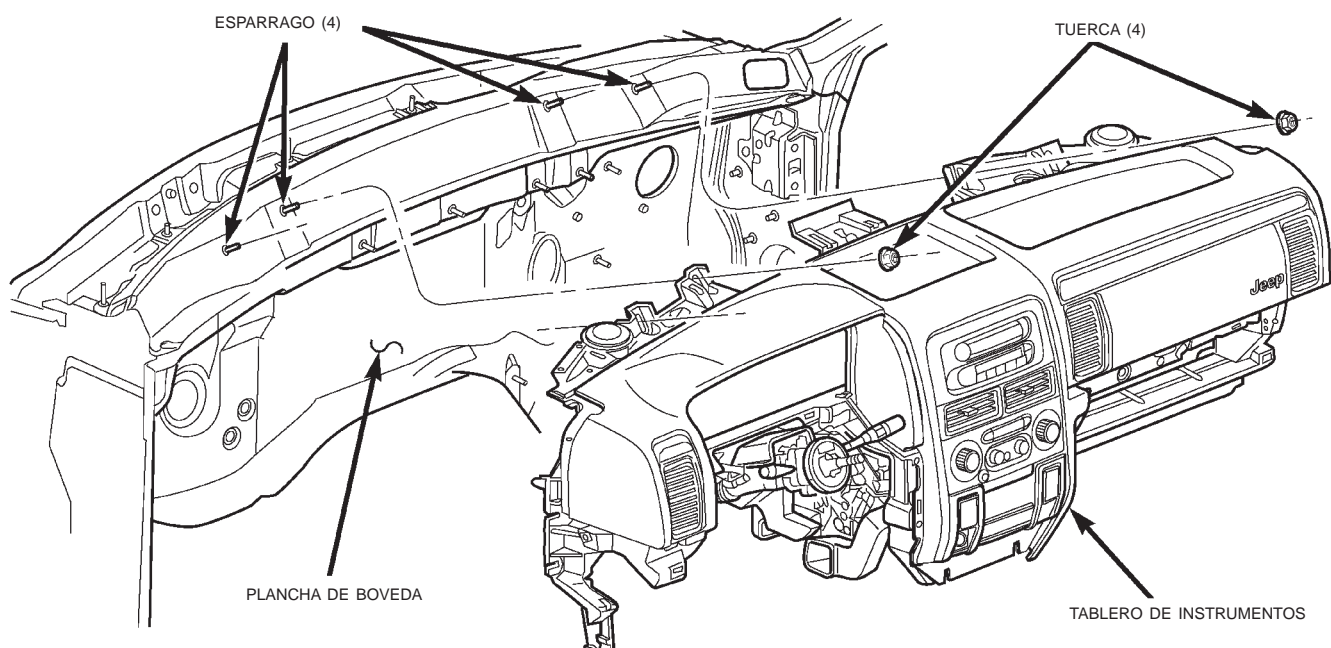

Fig. 32 Montaje del tablero de instrumentos a la plancha de bóveda
(1) Desconecte y aisle el cable negativo de la batería.
(2) Retire el tapizado de los parantes A derecho e izquierdo. Para informarse sobre los procedimientos, consulte **Tapizado de parante A** en la sección Desmontaje e instalación del grupo 23 - Carrocería.
(3) Retire la cubierta superior del tablero de instrumentos. Para informarse sobre los procedimientos, consulte **Cubierta superior del tablero de instrumentos** en la sección Desmontaje e instalación de este grupo.
(4) Retire las cuatro tuercas que fijan el tablero de instrumentos en los espárragos de la plancha de bóveda cerca de la línea de guía del parabrisas (Fig. 32).
(5) Retire los limpiabarro de las vigas derecha e izquierda de la puerta delantera. Para informarse sobre los procedimientos, consulte **Limpiabarro de la puerta delantera** en la sección Desmontaje e instalación del grupo 23 - Carrocería.
(6) Retire el tapizado de los cubretablero interiores del lado izquierdo y derecho. Para informarse sobre los procedimientos, consulte **Limpiabarro de la puerta delantera** en la sección Desmontaje e instalación del grupo 23 - Carrocería.
(7) Retire la consola del túnel de la transmisión de la plancha del suelo de la carrocería. Para informarse sobre los procedimientos, consulte **Consola del**